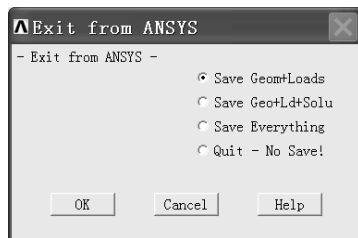

图 2-184 “Exit from ANSYS” 窗口
(5) 单击“EDWRITE Command”窗口右上角的叉号关闭该窗口。
(6) 单击操作界面右上角的叉号关闭整个操作界面，弹出“Exit from ANSYS”窗口（见图 2-184）。